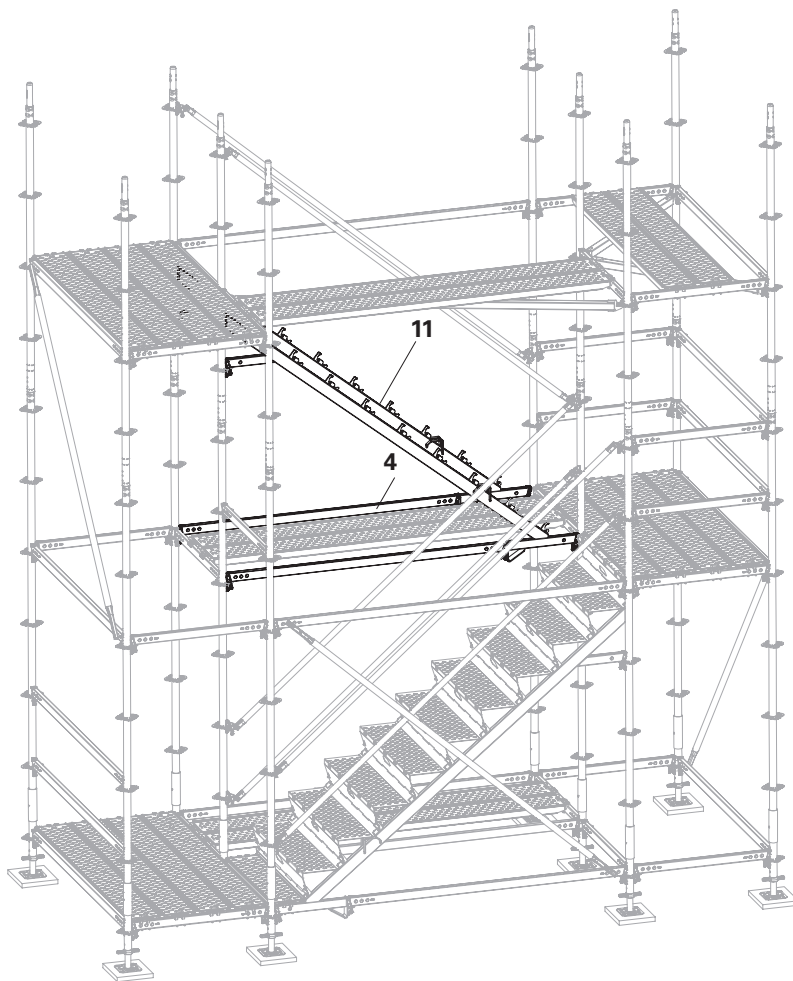

Fig. A3.06
2. Stabilizzare con due correnti orizzontali UH-2 200 (**4**). (Fig. A3.06).